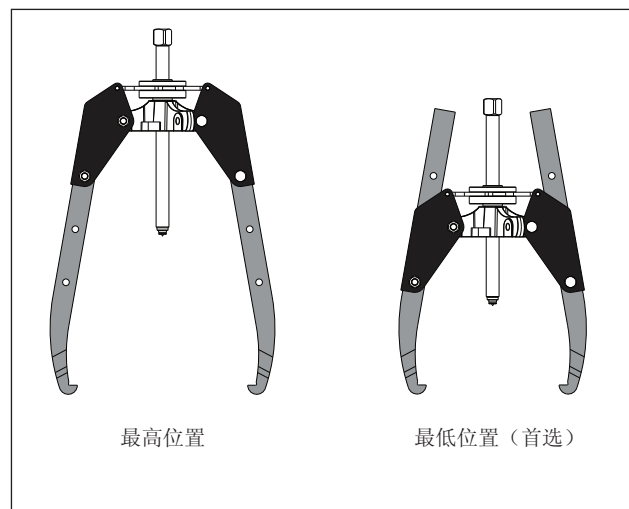

图 5，钳爪安装位置（典型）
- 为待执行的应用，在允许的最低安装孔安装各钳爪。这将减少钳爪的数量和调节杆受到较大力影响下变形的几率。参见图 5。